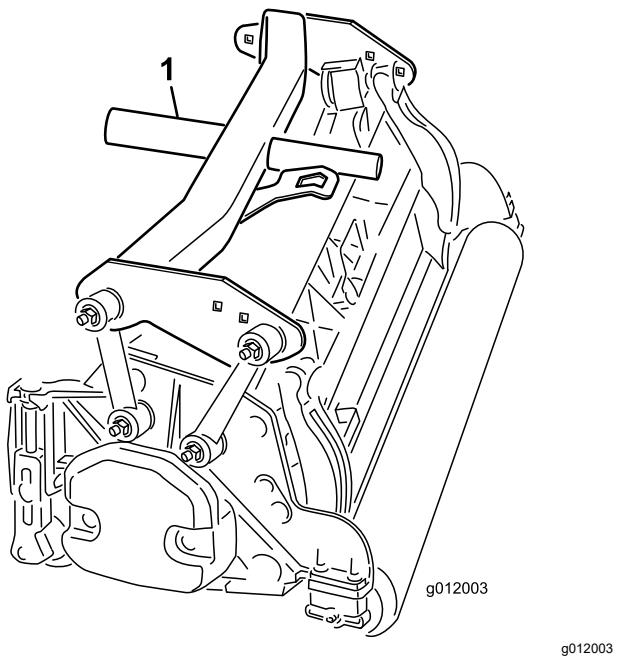

Figure 18
4. Placez le bâti porteur arrière (Figure 18) sur l'unité de coupe arrière.